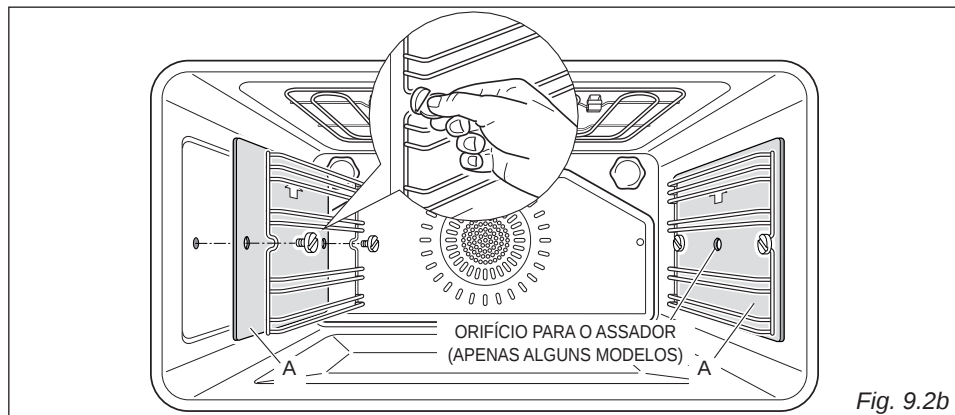

Fig. 9.2b
- Montar as estruturas laterais, fixando-as às paredes do forno com 2 parafusos (fig. 9.2b).
- Aparafuse os suportes laterais na parede do forno (interpondo os painéis catalíticos, se fornecidos) (fig. 9.2b).
- Retirar as estruturas laterais (e os revestimentos catalíticos, se fornecidos) desapertando os parafusos que as fixam (fig. 9.2b).